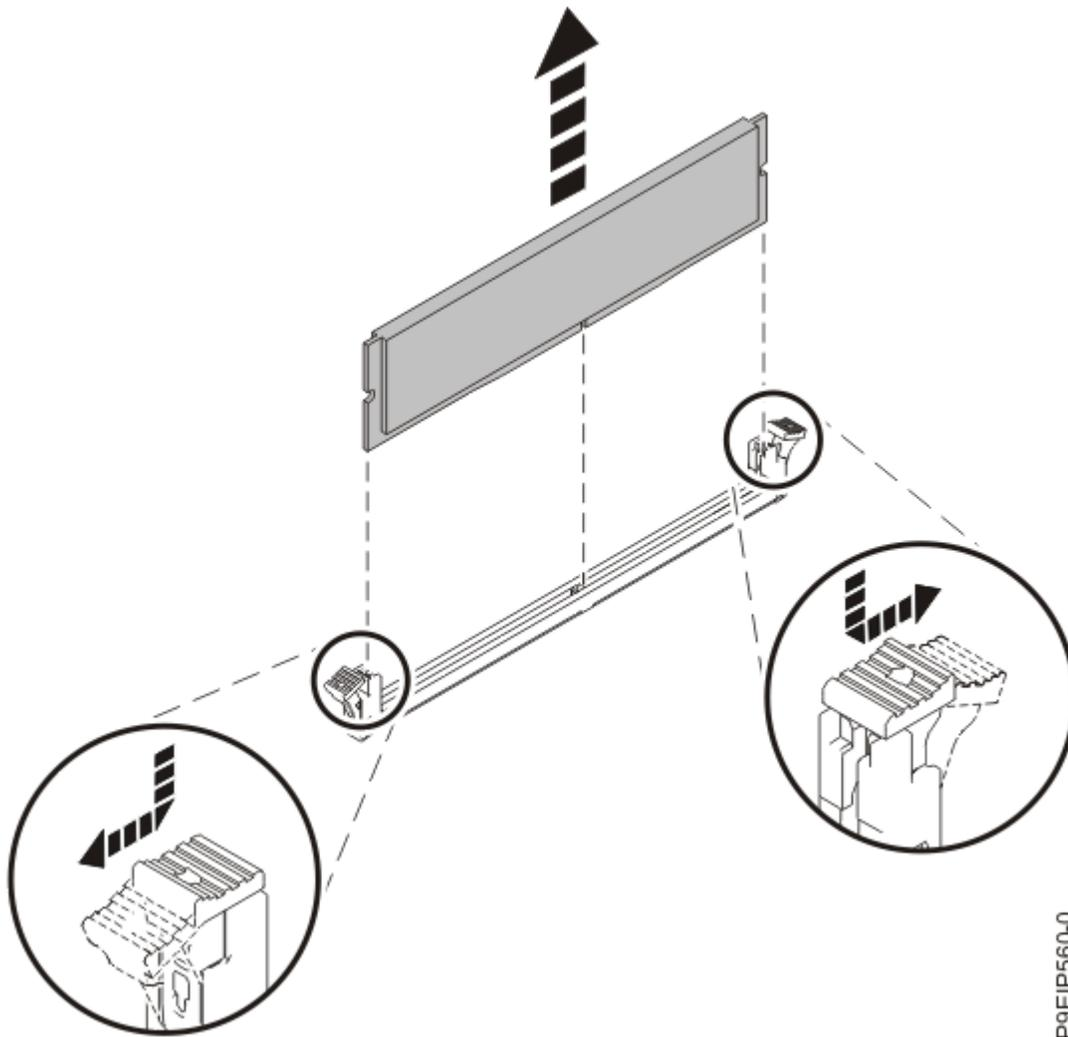

Figura 20. Extracción del DIMM de memoria
- b) Desbloquee la memoria DIMM empujando simultáneamente las pestañas de bloqueo hacia fuera de la memoria DIMM, en la dirección que se muestra en la Figura 20 en la página 24. Asegúrese de desbloquear ambas pestañas a la vez. La acción de la palanca de apertura de las pestañas empuje de la memoria DIMM hacia fuera de la ranura.